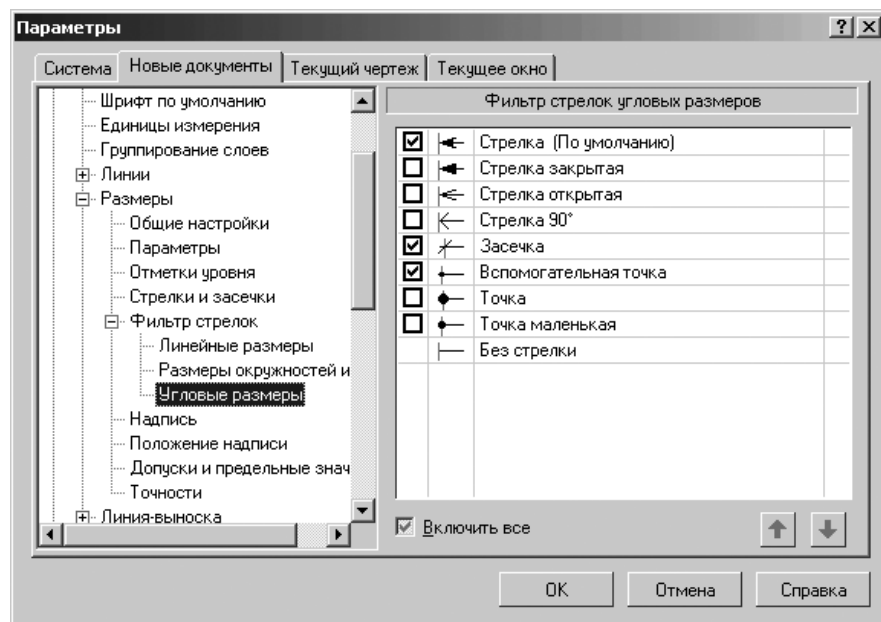

Рис. 10.29. Диалоговое окно **Параметры** с открытой вкладкой **Текущий чертеж** и панелью **Фильтр стрелок угловых размеров**
- щелкните в списке настраиваемых элементов **Фильтр стрелок** по пункту **Угловые размеры**. В правой части появится панель **Фильтр стрелок угловых размеров**, показанная на рис. 10.29.